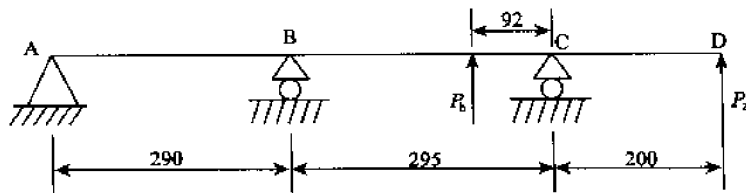

图 10-43
4. 车床的主轴简化成直径为 $d=90\text{mm}$ 的等截面当量轴,在垂直平面内的受力情况如图 10-43 所示。 P_b 和 P_z 分别是传动力和切削力简化到轴线上的分力,且 $P_b = 3.9\text{kN}$, $P_z = 2.64\text{kN}$ 。若 $E = 200\text{GPa}$,试求 D 点的挠度。